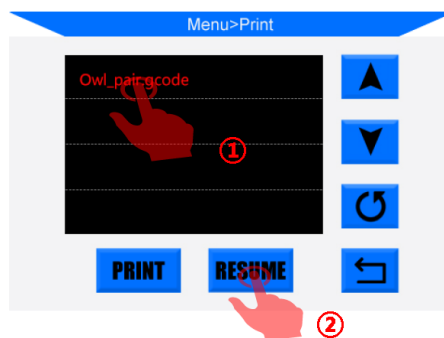

Abbildung 34
- Stecken Sie die SD-Karte in den SD-Kartensteckplatz an der Basis ein. Drucken Sie die gerade gespeicherte Datei (d. H. "Owl_pair"). Das Gerät heizt automatisch auf und druckt. Wenn während dieses Druckvorgangs ein Stromausfall auftritt, stoppt der Drucker sofort. Nachdem der Strom wieder da ist, können Sie einfach die unfertige Datei auswählen und auf "Resume" klicken (**Abb. 34**). Der Druckkopf positioniert zurück auf die Home Position und setzt dann den unvollendeten Druck fort.